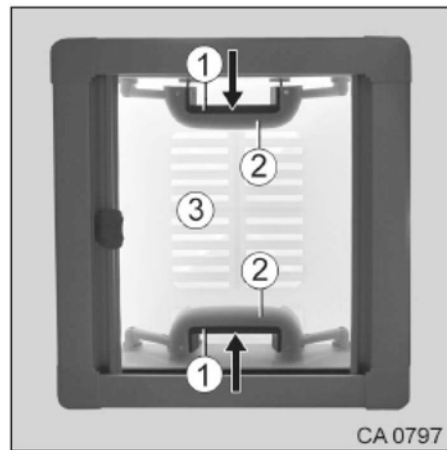

Fig. 79 Lanterneau manipulable à deux mains
1. Comprimer la partie mobile de la poignée (Fig. 79/1) et la partie fixe de la poignée (Fig. 79/2).
2. Pousser simultanément la poignée vers le haut pour amener le lanterneau (Fig. 79/3) sur la position d'ouverture souhaitée.
2. Tirer simultanément sur la poignée vers le bas pour fermer le lanterneau (Fig. 79/3).